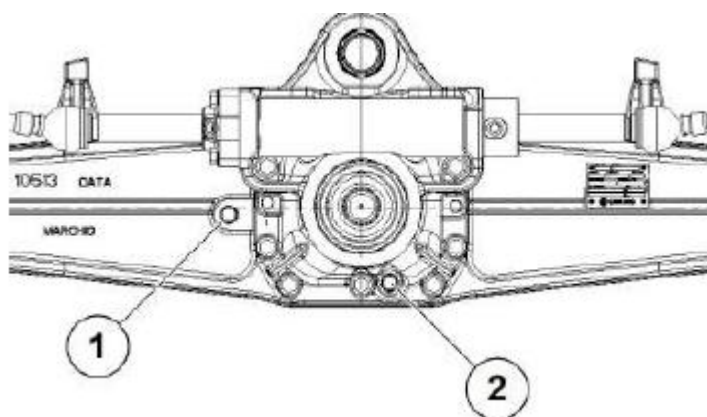

Рисунок 5.33 Сливное отверстие переднего моста
- ▶ Поместите соответствующую емкость под сливную пробку см. рис. 5.33.